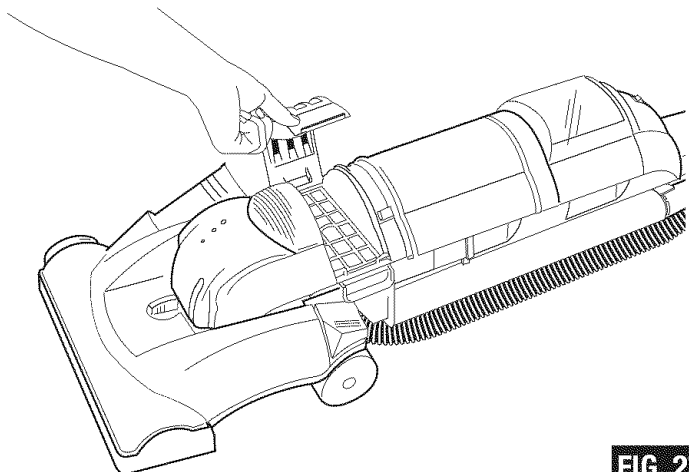

FIG. 27
- Step 2:** Remove bottom filter cover and filter (FIG. 27 & 28).
**Étape 2 :** Enlever le couvercle du filtre du bas et le filtre (FIG. 27, 28).
**Paso 2:** Quite la tapa del filtro y el filtro de abajo (FIG. 27, 28).